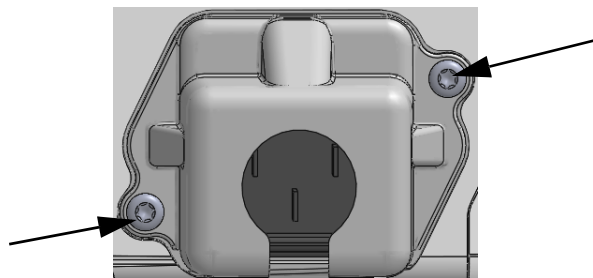

Figura 3-5 Cobertura de entrada de alimentação do monitor avançado HemoSphere – localizações dos parafusos
- 1 Se a tampa de entrada de alimentação já estiver instalada, remova os dois parafusos (figura 3-5) que ligam a tampa de entrada de alimentação ao painel traseiro do monitor.